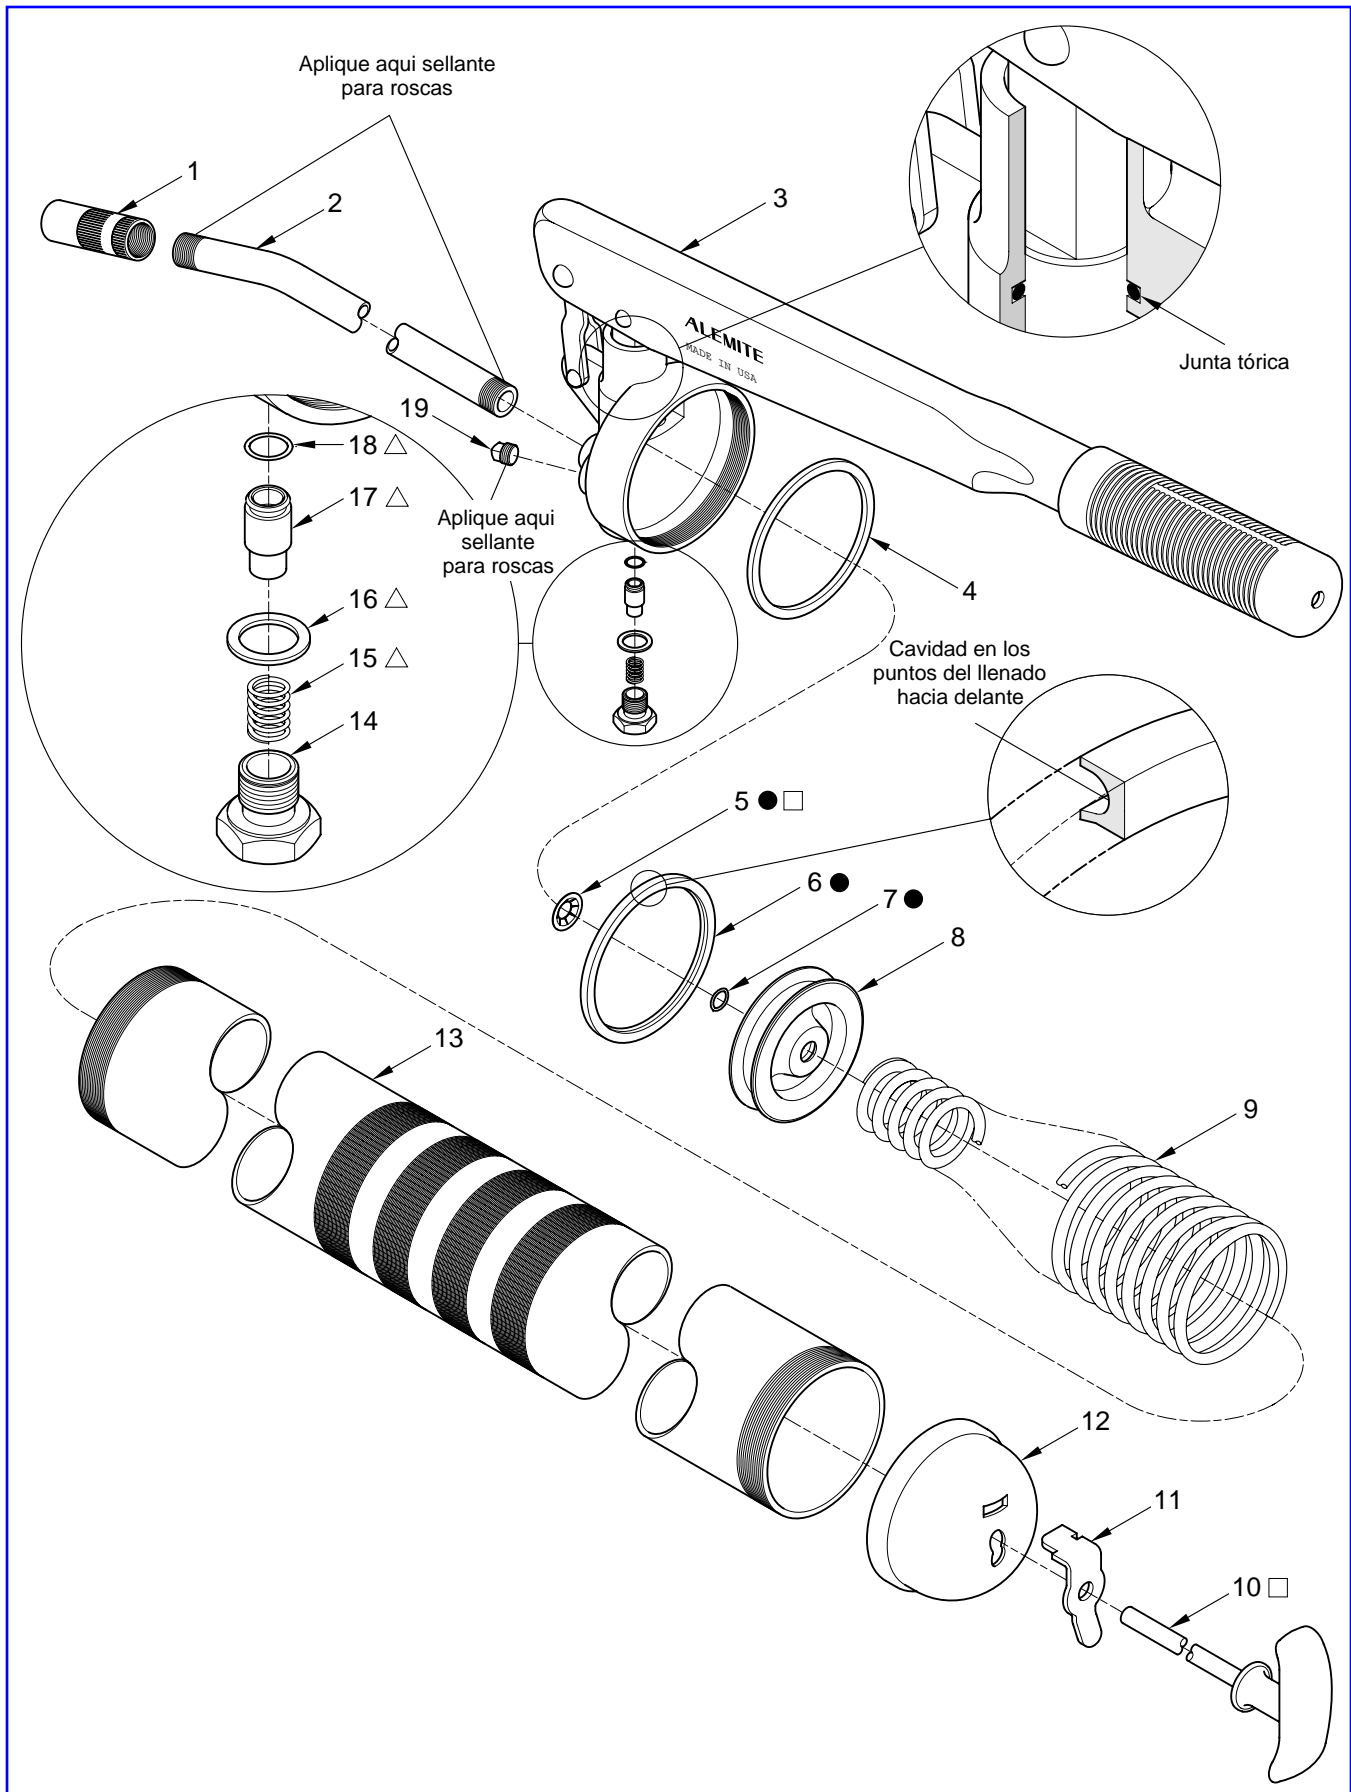

Figura 2 Inyector de aceite accionado por palanca - Diagrama de composición
1. Destornille el cilindro (13) desde el conjunto de cabezal (3). Vea la **Figura 2**.
2. Empuje el conjunto de varilla y manilla (10) totalmente hasta la parte posterior del cilindro y permita que se enganche.
5. Libere el conjunto de manilla y varilla del enganche (11).